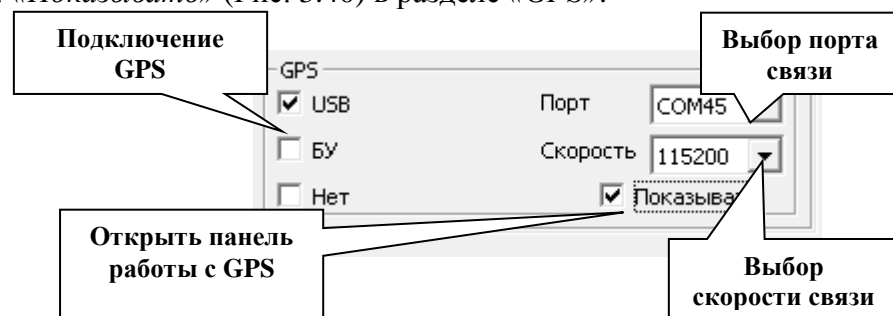

Рис. 3.40 - Настройка GPS в параметрах сканирования
2. Вызов панели из параметров сканирования. Для этого необходимо запустить режим сканирования программы GeoScan32 и в параметрах поставить галочку напротив надписи: «Показывать» (Рис. 3.40) в разделе «GPS».